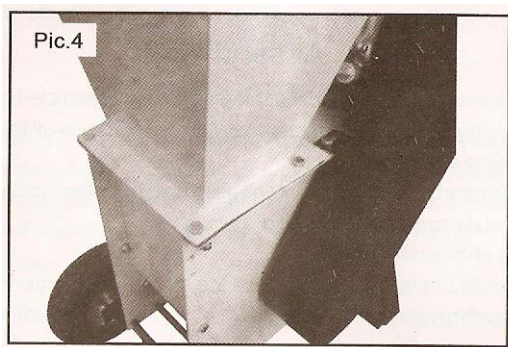

Рис. 4 Крепление бункера
4. Поместите бункер сверху на уплотняющую прокладку и сравняйте все отверстия. Закрепите его при помощи болтов с шестигранной головкой, шайб и стопорных гаек (см. **Рис. 4**).